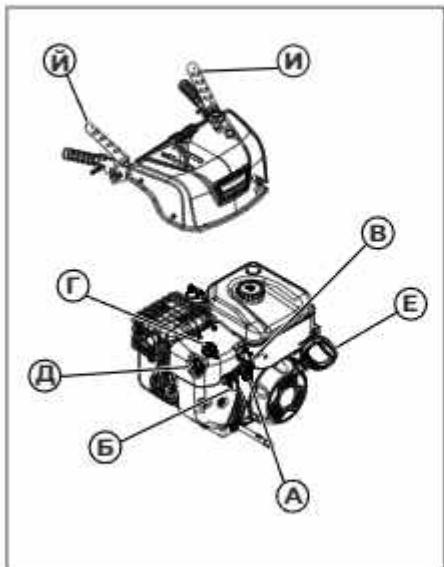

Рис. 20
- 1. Отпустите рычаг управления шнеком (рис. 20, поз. И) и рычаг сцепления (рис. 20, поз. Й).
- 2. Поверните ручку крана подачи топлива (рис. 20, поз. А), если таковая имеется, в положение ОТКРЫТО.
- 3. Переместите рычаг управления дросселем (рис. 20, поз. Б) (если таковой имеется) в положение БЫСТРО.
- 4. Поверните ключ зажигания (рис. 20, поз. В) в положение ВКЛ. или нажмите на ключ Вкл./Выкл.
- 5. Поверните переключатель управления заслонкой (рис. 20, поз. Г) в положение ЗАКРЫТО.
- 6. Нажмите кнопку прокачки (рис. 20, поз. Д) два раза.
- 7. Модели с ручным тросовым стартером: крепко возьмитесь за рукоятку пускового троса (рис. 20, поз. Е). Медленно потяните за рукоятку, пока не почувствуете сопротивление, и затем быстро дерните.
- 9. Дайте двигателю прогреться в течение нескольких минут. Постепенно передвиньте рычаг управления воздушной заслонкой (рис. 20, поз. Г) в положение ОТКРЫТО.